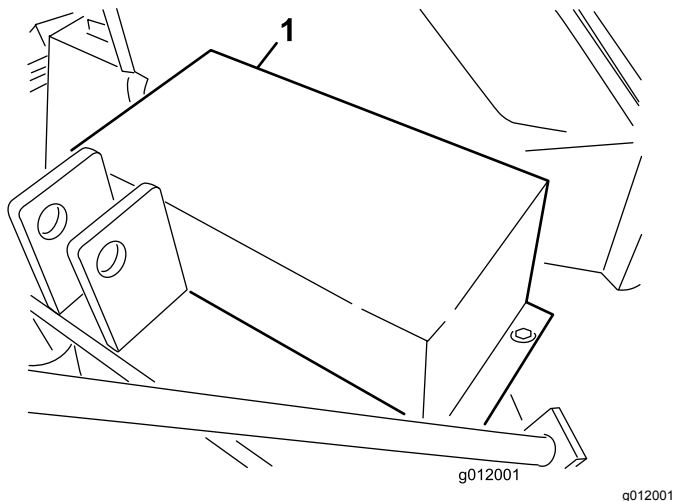

Bild 13
1. Nehmen Sie die Kopfschrauben, Scheiben und Muttern ab, mit denen die Riemenschutzvorrichtung am Bläsergehäuse befestigt ist (Bild 13).
2. Nehmen Sie die Riemenschutzvorrichtung ab (Bild 13).